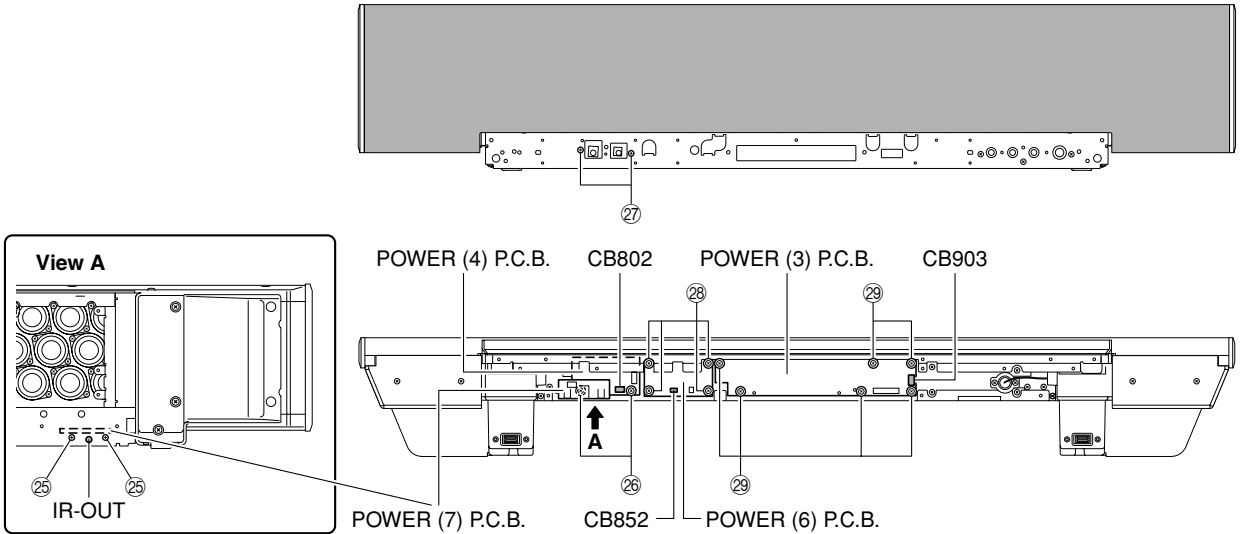

Fig. 12
- c. Remove 2 screws (25). (Fig. 12)
- d. Remove CB852. (Fig. 12)
- e. Remove the POWER (7) P.C.B.. (Fig. 12)
- f. Remove 2 screws (26) and 2 screws (27). (Fig. 12)
- g. Remove CB802. (Fig. 12)
- h. Remove the POWER (4) P.C.B.. (Fig. 12)
- i. Remove 4 screws (28). (Fig. 12)
- j. Remove the POWER (6) P.C.B.. (Fig. 12)
- k. Remove 6 screws (29). (Fig. 12)
- l. Remove CB903. (Fig. 12)
- m. Remove the POWER (3) P.C.B.. (Fig. 12)
- c. 25のネジ2本を外します。(Fig. 12)
- e. POWER(7)P.C.B.を取り外します。(Fig. 12)
- f. 26のネジ2本、27のネジ2本を外します。(Fig. 12)
- g. CB802を外します。(Fig. 12)
- h. POWER(4)P.C.B.を取り外します。(Fig. 12)
- i. 28のネジ4本を外します。(Fig. 12)
- j. POWER(6)P.C.B.を取り外します。(Fig. 12)
- k. 29のネジ6本を外します。(Fig. 12)
- l. CB903を外します。(Fig. 12)
- m. POWER(3)P.C.B.を取り外します。(Fig. 12)